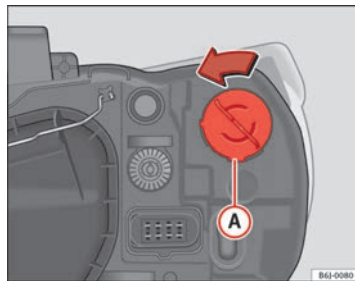

Fig. 152 Luce indicatore di direzione faro singolo
- Ruotare il portalampada → fig. 152 Ⓐ verso sinistra e tirare.